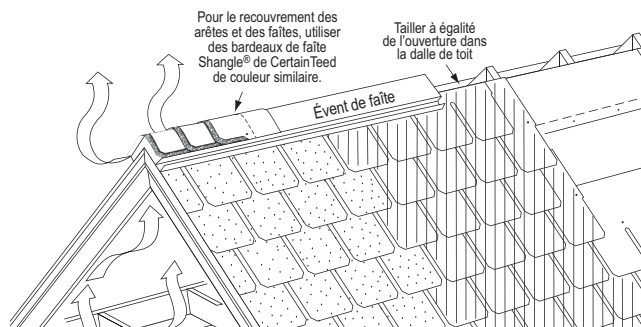

Figure 18-17 : Pose de bardeaux de faîte Shangle Ridge sur un événement de faîte.
8. Si des événements de faîte recouverts de bardeaux sont installés (figure 18-17), ils doivent accepter les bardeaux pour faîtes et arêtes de 12 po (305 mm) de largeur. Suivre les instructions d'installation du fabricant des événements. Pour fixer les bardeaux pour faîtes et arêtes sur l'événement de faîte, utiliser des clous galvanisés à chaud d'une longueur suffisante pour qu'ils pénètrent de 3/4 po (19 mm) dans la dalle ou la traversent.